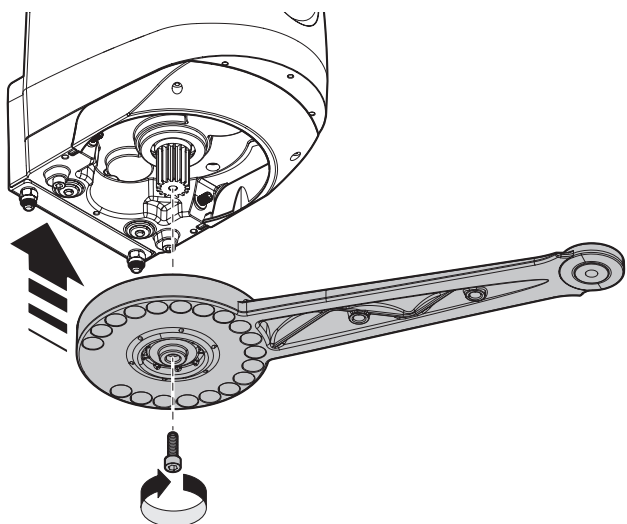

Rys. 7
01. Zamocować motoreduktor do wspornika zgodnie z ilustracją na rys. 7 używając do tego celu śrub, podkładek i nakrętek na wyposażeniu;